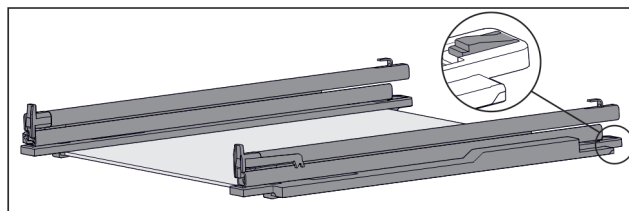

Fig. 105 Steklena plošča z vodili in držalnimi deli
- ▶ Držalni del na zadnji strani potisnite navzdol (glejte Fig. 105) in hkrati vodilo potisnite proti zadnji strani.